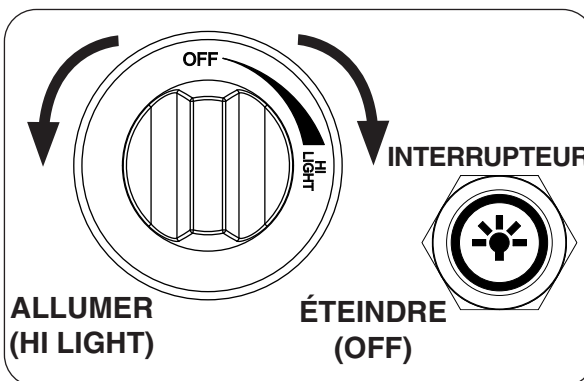

Fig. 52-2
- 4. **Une fois que le match est en feu et en position**, appuyer sur le bouton de contrôle du gaz et tournez dans le sens antihoraire à la position de **HI LIGHT (allumer)** (voir Fig. 52-2). Votre brûleur devrait s'allumer.
Pour éteindre le brûleur à gaz, appuyer sur le bouton de contrôle du gaz et tournez dans le sens horaire à la position **OFF (éteindre)** (voir Fig. 52-2). Assurez-vous que le bouton de commande est tourné complètement hors tension pour éviter toute fuite de gaz.
- 1. Appuyez sur l'interrupteur pour allumer les lumières. Le commutateur d'éclairage s'allumera lorsqu'il est allumé. Voir Fig. 52-2.